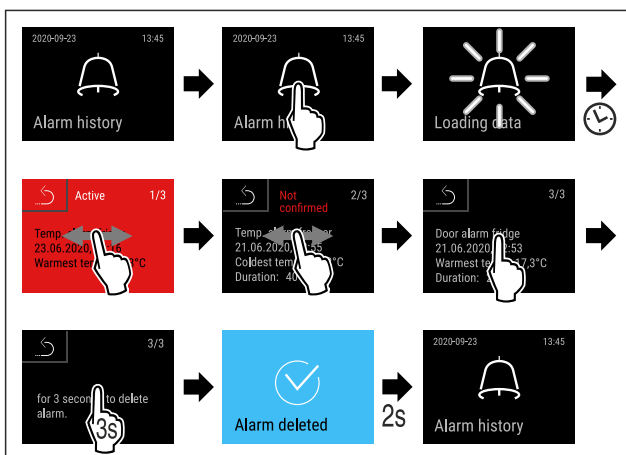

Fig. 165
- ▶ Handlungsschritte (siehe Fig. 165) durchführen.